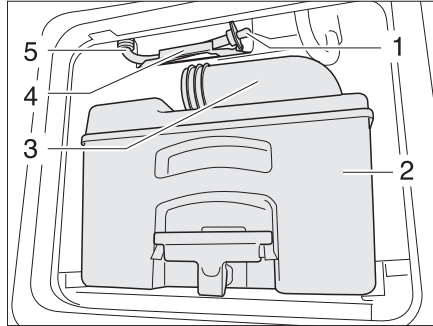

Fig. 307 Tuyau d'écoulement réservoir d'eau toilettes
- Vider la cassette (Fig. 307,2) dans une station d'évacuation autorisée et la nettoyer.
- Laisser la tubulure d'évacuation (Fig. 307,3) ouverte.
- Retirer le tuyau d'écoulement (Fig. 307,5) de son support (Fig. 307,4).
- Retirer le bouchon d'écoulement (Fig. 307,1) et laisser s'écouler le reste d'eau.